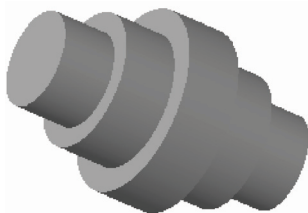

图 5-38 打开模型文件
STEP 01 单击快速访问工具栏中的“打开”按钮 ，打开模型文件，如图5-38所示。